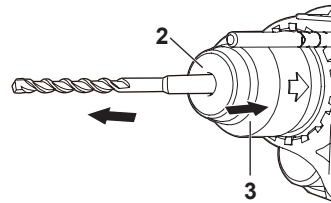

Fig. 6-2
2. Pour démonter le foret, tirez le manchon de verrouillage [3] en arrière, sortez le foret, puis relâchez le manchon de verrouillage [3] (Voir Fig. 6-2).